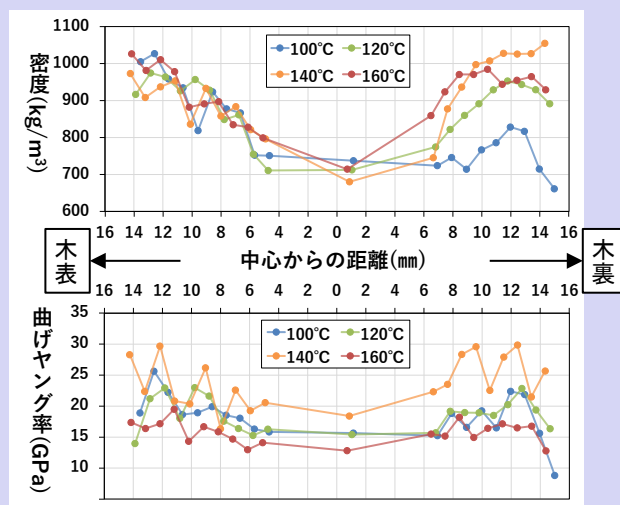

図5 圧密材の厚さ方向の密度・ヤング率分布の一例
- ・100°C条件ではとくに密度分布において木表・木裏で偏りが生じた（図5上）